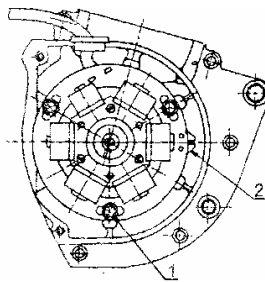

Рис.26 Маховичный генератор
2. Ослабить болты 1 (см, рис.26 крепления статора так, чтобы статор свободно поворачивался вокруг оси.